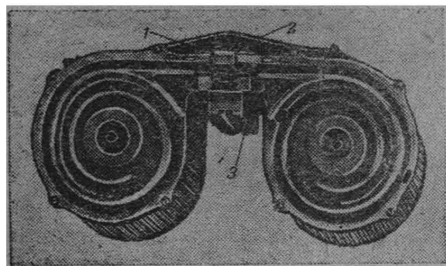

Рис. 6. Магазин на 75 патронов:
Магазин рассчитан на 75 патронов (рис. 6).
2. Взять магазин с патронами (рис. 6) под ремешок так, чтобы красные цифры 0, 25, 50, 75 были обращены к себе, вставить его горловиной в приемное окно крышки короба, введя сначала переднюю часть, затем энергичным нажатием ладони дослать заднюю часть магазина вниз доотказа.